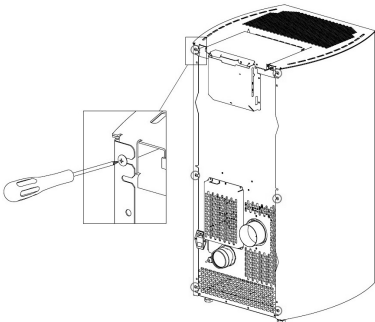

Fig. 60 - Dévisser les vis
- Dévisser les 6 vis arrière (voir **Fig. 60**).